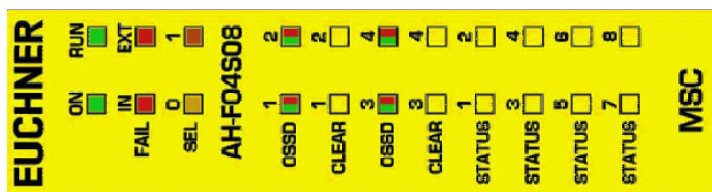

Figure 27:
8.3.15. Module AH-F04S08 (Figure 27)